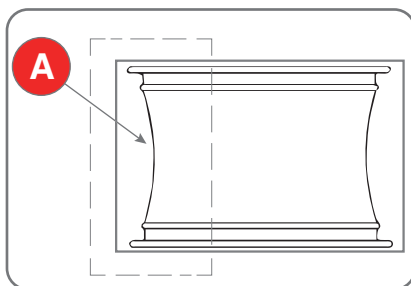

Fig. 6.2
**Ruote con cerchi in lega:** alcune ruote con cerchi in lega presentano un canale del cerchio (A) minimo o non presentano alcun canale - (Fig.6.2). Tali cerchi non sono approvati dagli standard del DOT (Department of Transportation - Dipartimento dei trasporti). La sigla DOT certifica la conformità degli pneumatici agli standard di sicurezza adottati dagli Stati uniti e il Canada (tali ruote non possono essere commercializzate in questi mercati).